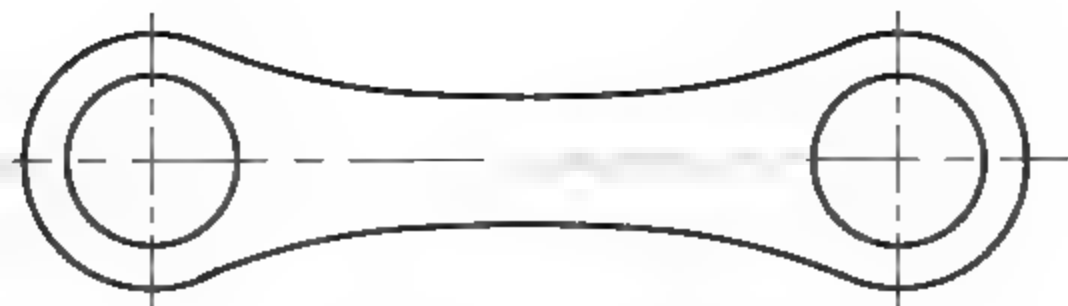

图3-90 最终结果
**08** 使用同样的方法绘制下半部分轮廓, 然后修剪掉多余线段, 即可完成连接片的绘制, 如图3-90所示。